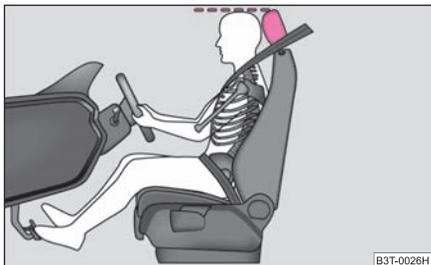

Fig. 112 Le réglage correct de l'appuie-tête du conducteur
- Réglez l'appuie-tête de façon à ce que le bord supérieur de l'appuie-tête se trouve ⇒ fig. 112 au moins à la hauteur de la partie supérieure de la tête.
- Réglez les appuie-tête de façon à ce que le bord supérieur des appuie-tête se trouve ⇒ page 109, fig. 112 au moins à la hauteur de la partie supérieure de la tête.